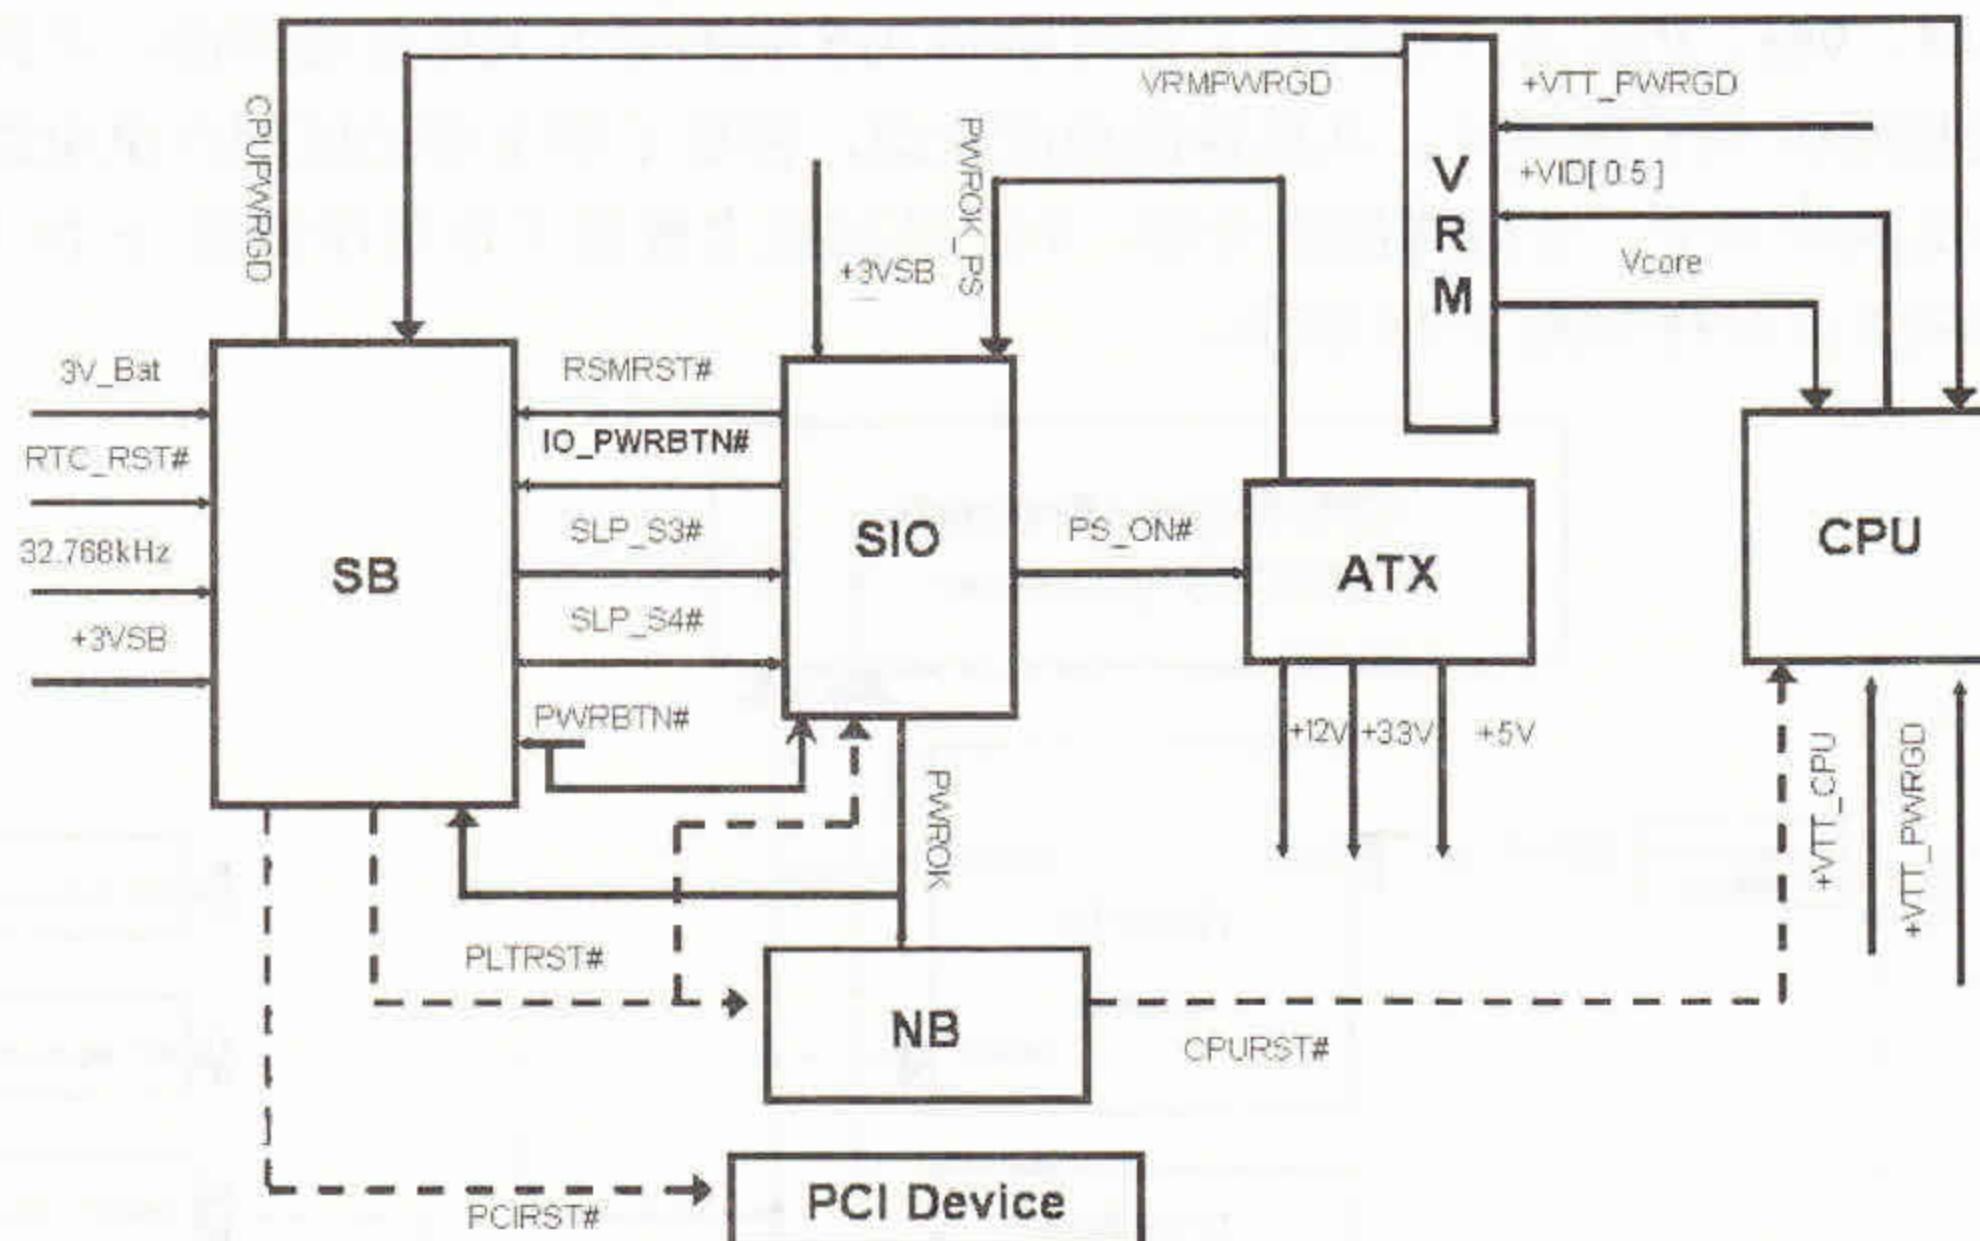

图 2-13 ASUS 915 芯片组主板工作时序图
- 图 2-13 是一个 ASUS 915 芯片组主板工作时序图。同样使用 915 芯片组但部分设计却有不同。接下来介绍这个工作时序。